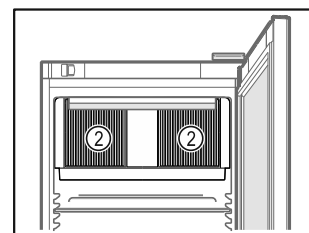

Fig. 62
- ❑ Odstąpić szczeliny wentylacyjne Fig. 62 (2) dmuchawy wewnątrz urządzenia.